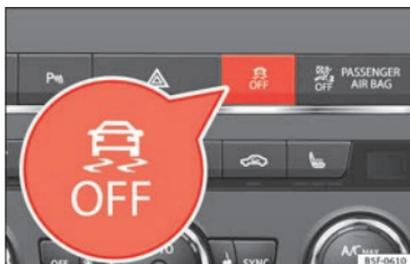

Fig. 190 Consolle centrale: Tasto per attivare/disattivare l'ESC e l'ASR
- Premendo il tasto  ►►► **fig. 190** per circa 1 secondo, la funzione ASR viene disattivata.
- Premendo il tasto  ►►► **fig. 190** per più di 3 secondi circa, è possibile disattivare il programma elettronico di stabilizzazione (ESC), compresa la funzione ASR.
- La funzione ASR e l'ESC possono essere riattivati premendo il tasto  ►►► **fig. 190**.